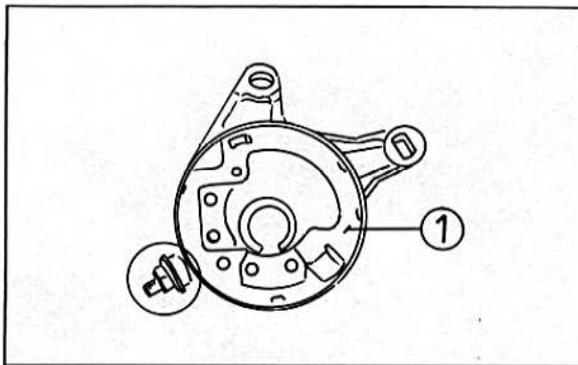

Bild 399
- Die beiden Bürsten aus der Bürstenplatte nehmen (Bild 399).